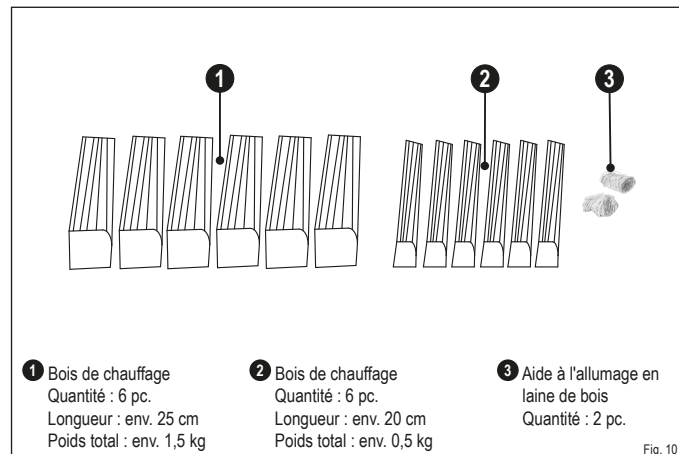

Fig. 10
- Placez les bûches au centre de la grille en fonte dans le foyer (Fig. 10) :
- les 3 premières (1) dans le sens longitudinal à la vitre du foyer
- les 3 suivantes (1) en travers par dessus
- les 3 suivantes (2) en longueur par dessus
- les 3 suivantes (2) en travers par dessus
- l'allume-feu (3) au milieu, entre les bûches supérieures